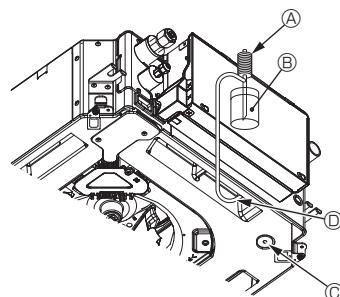

Fig. 6-10
- Dirigez la télécommande vers le récepteur de l'appareil intérieur pendant que vous effectuez les étapes ③ à ⑧.
6.3. Vérification de l'écoulement (Fig. 6-10)